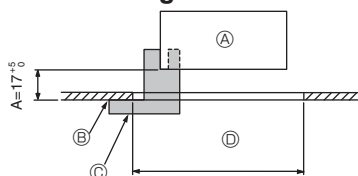
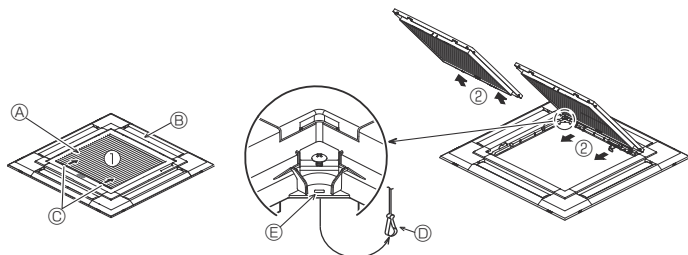
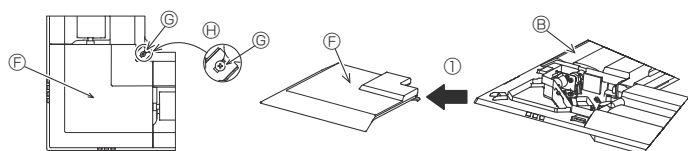

Fig. 9-2
Fig. 9-3
Fig. 9-4
①	Γρίλιες	1	950 × 950 (χιλ)
②	Μετρητής εγκατάστασης	1	(Χωρίζεται σε 4 μέρη)
③	Βίδα (4 × 16)	1	για PLP-6EAE, PLP-6EAL, PLP-6EALME
④	Γωνιακό πλαίσιο του i-see sensor	1	για PLP-6EAE, PLP-6EAL, PLP-6EALME
⑤	Ασύρματο τηλεχειριστήριο	1	για PLP-6EALM, PLP-6EALME
⑥	Βάση τηλεχειριστηρίου	1	Περιλαμβάνεται όταν υπάρχει το ασύρματο τηλεχειριστήριο.
⑦	Μπαταρίες LR6 AA	2	Περιλαμβάνεται όταν υπάρχει το ασύρματο τηλεχειριστήριο.
⑧	Λαμαρινόβιδες 3,5 × 16	2	Περιλαμβάνεται όταν υπάρχει το ασύρματο τηλεχειριστήριο.
9.2. Προετοιμασία στις γρίλιες για την τοποθέτησή τους (Fig. 9-2)
- Χρησιμοποιώντας τον μετρητή ② που παρέχεται μαζί με αυτό το kit, προσαρμόστε και ελέγξτε την τοποθέτηση της κύριας μονάδας σε σχέση με την επιφάνεια της οροφής. Εάν η κύρια μονάδα δεν τοποθετηθεί σωστά σε σχέση με την επιφάνεια της οροφής, μπορεί να επιτρέψει διαρροές αέρα ή να προκληθεί συγκέντρωση σταγόνων λόγω συμπύκνωσης.
- Ⓒ Μετρητής εγκατάστασης ② (έχει εισαχθεί στην κύρια μονάδα)
9.2.1. Πώς αφαιρούνται οι γρίλιες εισόδου αέρα (Fig. 9-3)
- Σύρετε τους μοχλούς προς την κατεύθυνση που δείχνει το βέλος ① για να ανοίξετε τις γρίλιες εισόδου αέρα.
- Με τις γρίλιες εισόδου αέρα στη θέση "open" ("ανοιχτές"), βγάλτε τον αρθρωτό τους σύνδεσμο από τις γρίλιες όπως δείχνει το βέλος ②.
9.2.2. Πώς αφαιρείται το γωνιακό πλαίσιο (Fig. 9-4)
- Ξεσφίξτε τις 4 βίδες στη γωνία. Σύρετε το γωνιακό πλαίσιο στην κατεύθυνση του βέλους ① στην εικόνα και αφαιρέστε το γωνιακό πλαίσιο.
[Fig.9-3] [Fig.9-4]